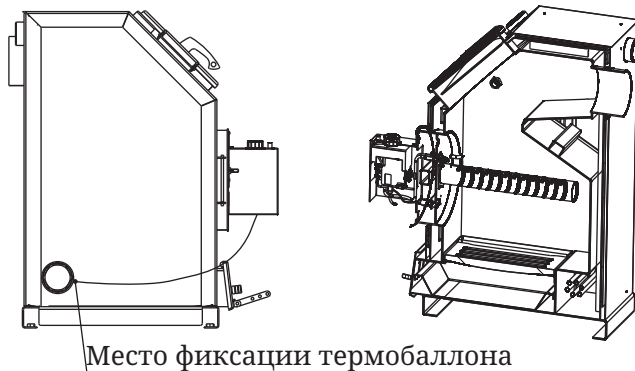

Рисунок 8. Установка ГГУ на котел «Прагматик 20 Газ»
Для установки ГГУ (рисунок 8), необходимо:
3. Термобаллон зафиксировать на патрубке «обратки» металлическим хомутом (рисунок 8). Общий вид регулятора подачи газа см. рисунок 9.